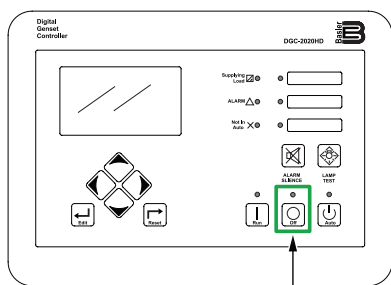

Figure 49. Contrôleur numérique bouton OFF (ARRÊT)
3. Appuyez sur le **bouton OFF (ARRÊT)** du contrôleur numérique (Figure 49) pour arrêter le moteur. Le moteur s'arrête après un processus de refroidissement d'une minute.
Appuyez sur le bouton **OFF (ARRÊT)** du contrôleur numérique (Figure 49). Le disjoncteur s'éteint automatiquement et le moteur **S'ARRÊTE** après un processus de refroidissement d'une minute.
3. Appuyez sur le **bouton OFF (ARRÊT)** du contrôleur numérique (Figure 49).